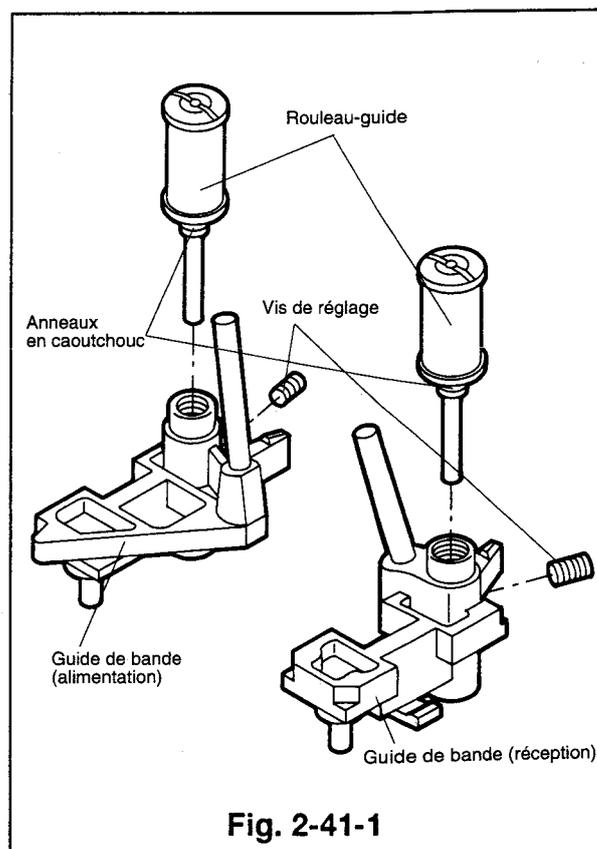

Fig. 2-41-1
- 2) Tourner les vis de réglage de la hauteur, situées au sommet des galets-guides, dans le sens inverse des aiguilles d'une montre au moyen du tournevis de réglage de la hauteur pour les desserrer. Soulever le galet-guide pour l'ôter des guides de bande. (Voir la Fig. 2-41-1)